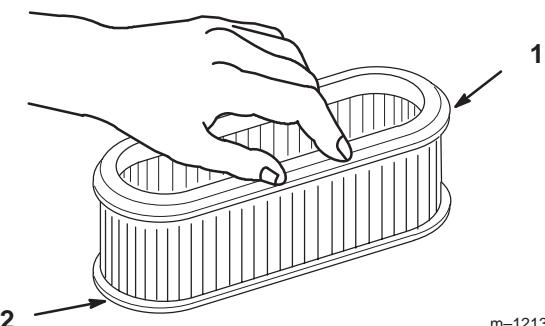

Bild 24
1. Klopfen Sie den Einsatz leicht auf eine flache Unterlage, um Staub und Schmutz zu beseitigen (Bild 24).